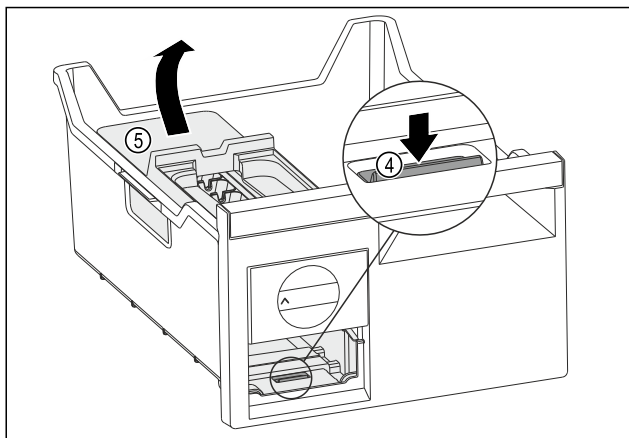

Fig. 120
- Wyjmowanie korpusu EasyTwist-Ice: Nacisnąć nakładkę Fig. 120 (4) palcem w dół i jednocześnie podnieść korpus EasyTwist-Ice Fig. 120 (5) od tyłu drugą ręką.